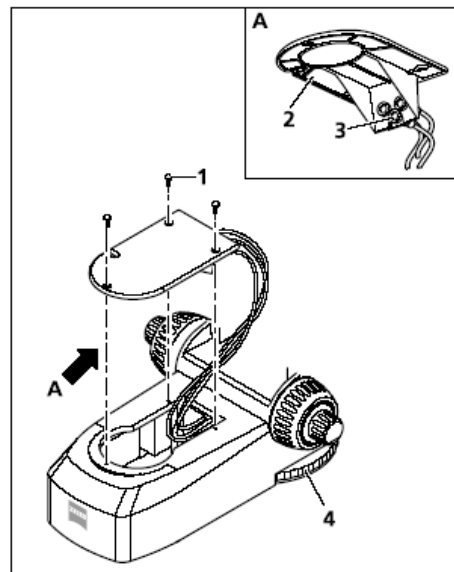

图 3-17 连接 LED 照明器
- 松开底部的罩子（图 3-17/2）上的三个螺丝（图 3-17/1），将其向外拉，取下罩子。
- 将 LED 照明器电源线插到罩子上的端口内（图 3-17/3）。
LED 反射光的强度可以通过显微镜的控制轮（从两面都可操作）（图 3-17/4）控制。